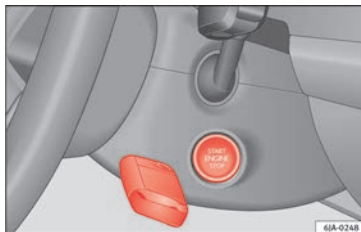

Fig. 173 Démarrage d'urgence sur les véhicules équipés de Keyless Access.
- Approchez la clé de la colonne de direction immédiatement après avoir appuyé sur la touche de démarrage » **fig. 173**.